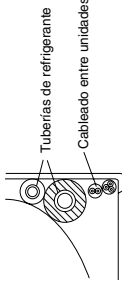

Fig. 3-38
- (3) Instale la unidad interior en el panel posterior.
- (4) Conecte el tubo y el cableado en el interior desde el exterior.
- (5) Tras realizar una prueba de fugas, fije el grupo de tubos con cinta blindada y guárdelo en el interior de la zona de almacenamiento de tubos ubicada en la parte posterior de la unidad interior y fíjelo con abrazaderas. (Fig. 3-38)